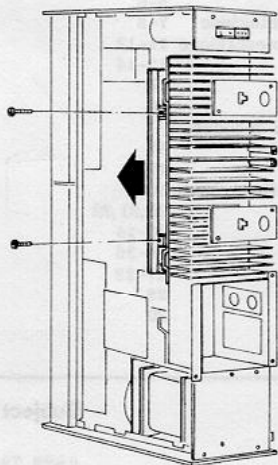

Fig. 1
The print sides of the p.c. boards are so drawn that (a) they are situated beside the circuit diagram and (b) after the set has been placed on its right-hand side (stable position). See Fig. 1.
1. The output amplifier p.c. board has a Service position (Fig. 1).
Les côtés liaisons imprimées des platines ont été dessinés de façon que (a) ils se trouvent à côté du schéma de principe et (b) dans la position où l'appareil est mis sur le côté droit (position stable), fig. 1.
1. La platine imprimée pour amplificateur de sortie a une position service (fig. 1).
Oltre la parte del circuito AM-FM/HF e FI l'alimentazione ed il circuito BF, il tuner FM decodificatore stereofonico e l'unità di preselezione FM sono state tolte dallo schema di principio. Con le loro piastrelle stampate corrispondenti, essi sono rappresentati nelle pagine indicate secondo la tabella degli argomenti trattati. I lati dei collegamenti dei circuiti stampati sono stati designati in modo che (a) essi si trovano sui lati dello schema di principio e (b) nella posizione che occupa l'apparecchio sul lato destro (posizione stabile), fig. 1.
De spoorzijdes van de printen zijn zo getekend dat ze a. naast het principeschema liggen en b. in die stand, terwijl het apparaat op zijn rechter zijwand staat (stabiele stand fig. 1).
1. De eindversterkerprint heeft een servicestand (zie fig. 1).
1. Die Endverstärker-Printplatte hat eine Service-Stellung (siehe Abb. 1).
1. La piastra del circuito stampato per l'amplificatore d'uscita in posizione di servizio (fig. 1).